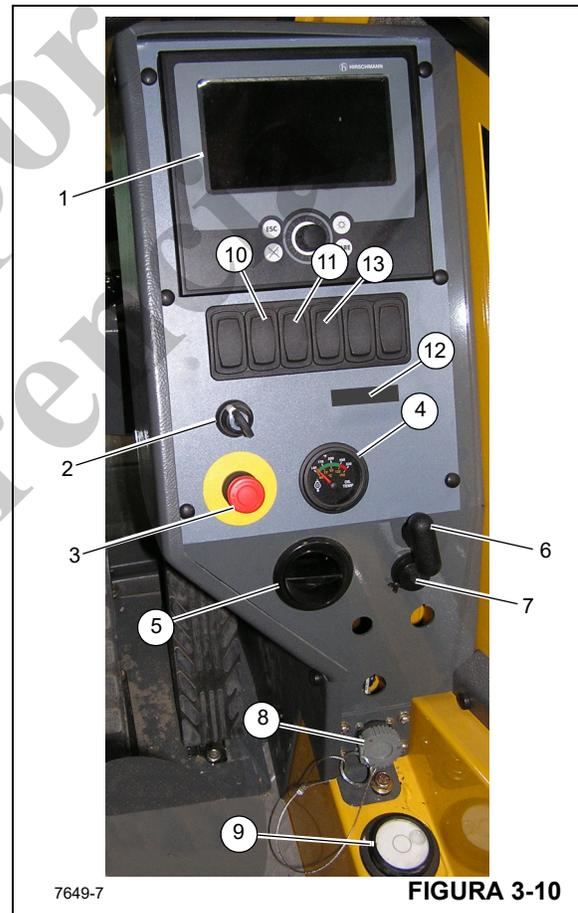

Figura 3-10 - Números de artículos
La pantalla se encuentra en el tablero superior (Figura 3-10). La pantalla de LED se ilumina para indicar el malacate que está actualmente en funcionamiento y su sentido de rotación.
El tablero de control del sistema limitador de capacidad nominal y del sistema de definición de la zona de trabajo (1) (Figura 3-10) se encuentra en el lado derecho de la cabina. Contiene los controles e indicadores de los sistemas limitador de capacidad nominal (RCL) y de definición del lugar de trabajo de la grúa. Consulte el manual del RCL para más detalles.
El interruptor de anulación del RCL (2) (Figura 3-10) es un interruptor momentáneo. Gire la llave a la posición de encendido (ON) (derecha) para desactivar los controles del RCL. Suelte la llave para permitir que los controles del RCL se reactiven.
El interruptor de parada de emergencia de la grúa (3) (Figura 3-10) se encuentra en la consola de la cabina y se utiliza para apagar el motor de la grúa. Presione el botón rojo hacia adentro para apagar el motor; esto ilumina el indicador
El termómetro de aceite de la transmisión (TRANS TEMP) (4) (Figura 3-10) está ubicado en el centro de la consola delantera, a la izquierda de la columna de dirección. El termómetro muestra la temperatura del aceite de la transmisión en una escala doble calibrada de 60 a 160°C y de 140 a 320°F. El termómetro recibe una señal de una unidad emisora de temperatura en la línea de aceite del convertidor de par.
La palanca de control de bloqueo de giro de la plataforma (6) (Figura 3-10) se encuentra al lado del tablero de control lateral. El propósito del pasador de bloqueo de giro es bloquear la superestructura en posición, directamente encima de la parte delantera de la máquina para recoger y arriar cargas.
Este tomacorriente para accesorios de 12 V (7) (Figura 3-10) se encuentra en la parte inferior del tablero de control y está diseñado para aceptar la mayoría de los enchufes adaptadores de 12 V.
El conector de diagnóstico (8) (Figura 3-10) se encuentra en la parte inferior del tablero de control delantero. Éste se utiliza para dar servicio al sistema eléctrico de la grúa.
El indicador de nivel de burbuja (9) (Figura 3-10) se encuentra en el lado izquierdo de la cabina, junto a la placa del pestillo de la puerta. Este indicador proporciona al operador una indicación visual para determinar el estado de nivelación de la máquina.
El indicador de 3a vuelta de cable en el malacate (10) (Figura 3-10) se encuentra en la consola del lado derecho. Este indicador se iluminará rojo cuando restan tres vueltas de cable o menos en cualquiera de los malacates.
El indicador de clima frío opcional (11) (Figura 3-10) se encuentra en la consola del lado derecho. Este indicador se enciende cuando la temperatura ambiente está por debajo de  $-29^{\circ}\text{C}$  ( $-20^{\circ}\text{F}$ ). Sirve como advertencia para que el operador detenga el funcionamiento de la máquina en tiempo extremadamente frío.
El indicador de carga de cilindros telescópicos (13) (Figura 3-10) está ubicado en el tablero de control del lado derecho y es parte del sistema de carga de los cilindros telescópicos. El sistema de carga de cilindros telescópicos está diseñado para evitar la retracción de la pluma ocasionada por la contracción térmica en las siguientes condiciones de funcionamiento: Si la grúa se hace funcionar con una longitud de pluma grande y con un ángulo de pluma pequeño, y el aceite hidráulico en los cilindros telescópicos se enfría y se contrae, las fuerzas de fricción en la pluma extendida evitarán que la pluma se retraiga. Entonces, si el operador empieza a elevar la pluma sin extenderla levemente, la pluma puede alcanzar un ángulo de elevación en el que el peso de las secciones y de la carga de la grúa sobrepasen las fuerzas de fricción en las secciones de la pluma, lo que
El LED indicador de temperatura ambiente (12) (Figura 3-10) se encuentra en la consola del lado derecho. Cuando la temperatura ambiental fuera de la grúa desciende a menos de  $-29^{\circ}\text{C}$  ( $-20^{\circ}\text{F}$ ), el LED indicador se ilumina y envía una señal al sistema RCL. Este control de temperatura sirve para impedir que las funciones de elevación de la grúa se activen a temperaturas inferiores a  $-29^{\circ}\text{C}$  ( $-20^{\circ}\text{F}$ ). El sistema inicia el bloqueo de las siguientes funciones de la grúa: elevación del malacate, bajada de la pluma y extensión de la pluma. La bajada del malacate, elevación de la pluma y retracción de la pluma, junto con la anulación del bloqueo, quedarán operantes para permitir la bajada de la carga.